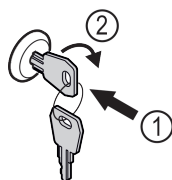

Fig. 180 Simbolična slika
- ▶ Vstavite ključ Fig. 180 (1).
- ▶ Ključ obrnite v smeri urnih kazalcev za 90° Fig. 180 (2).